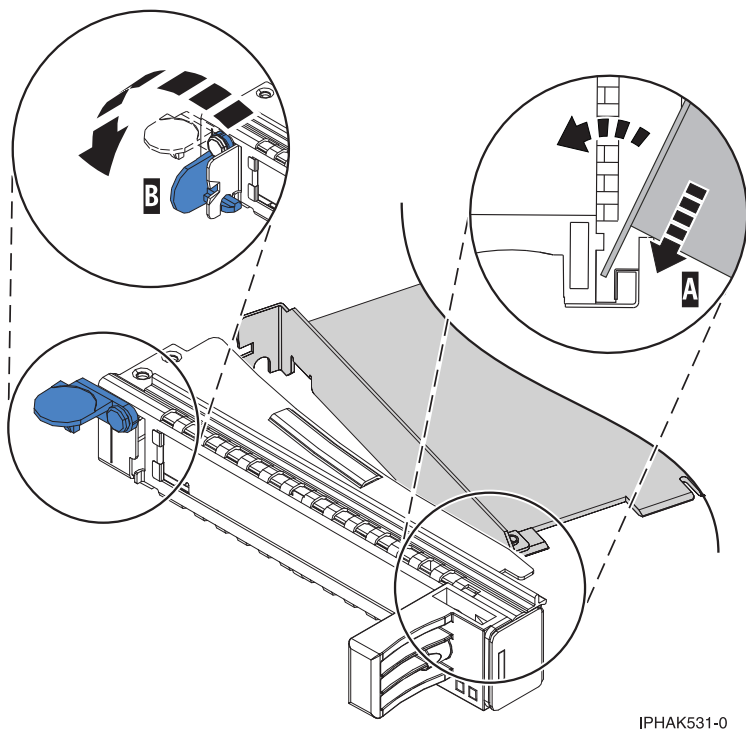

図 84. PCI アダプターのシングル幅のカセットの取り付け
- a. テール・ストック・クランプをオープン位置にして、アダプターをテール・ストック保持溝 **A** にしっかりと挿入する。 126 ページの図 84を参照してください。
- c. テール・ストック・クランプ (**B**) を閉じる。 126 ページの図 84を参照してください。